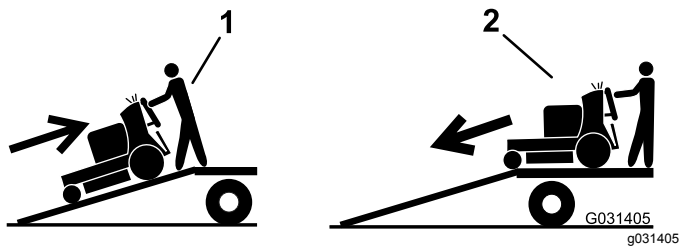

Bild 30
5. Fahren Sie mit der Maschine rückwärts auf die Rampe (Bild 30).